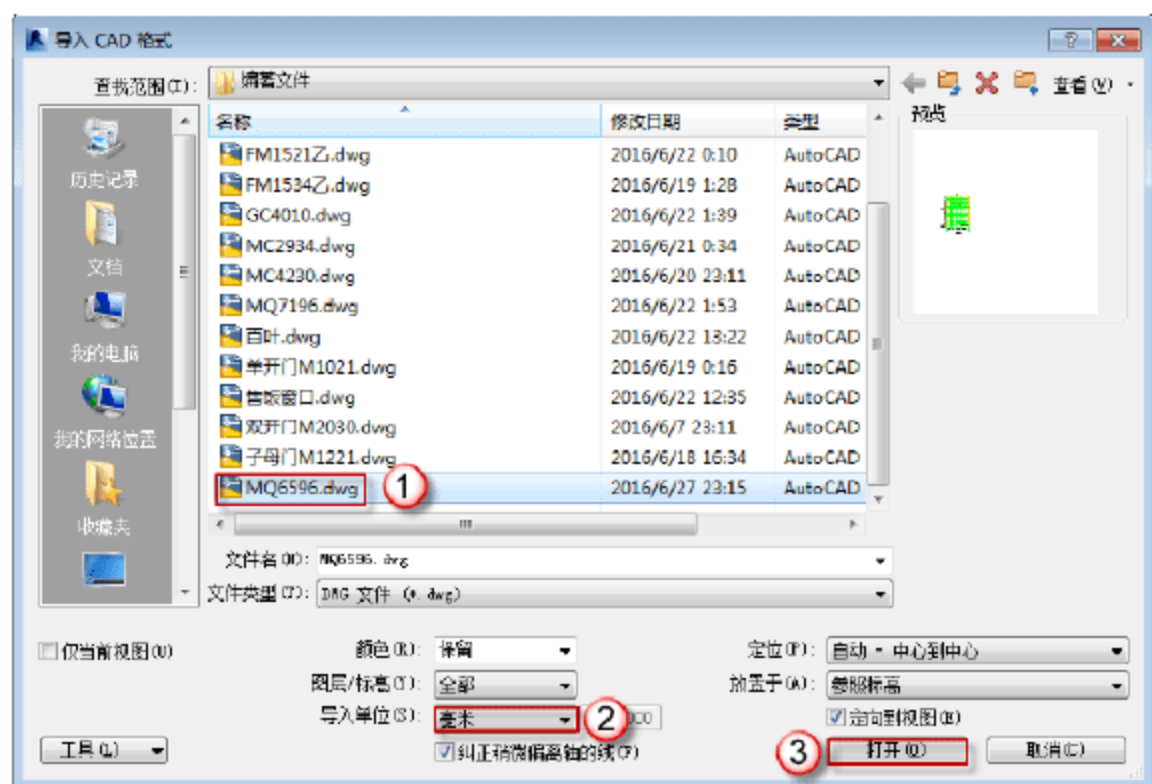
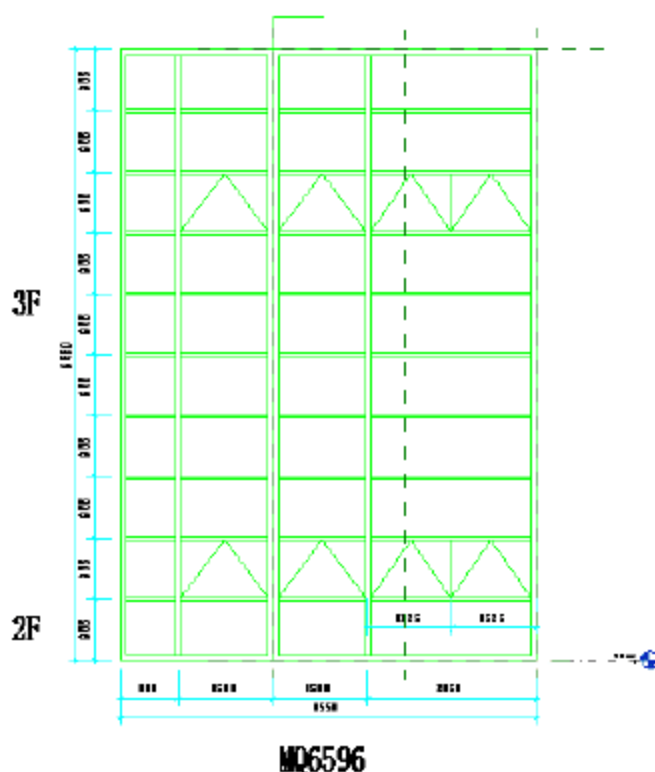

图 7.2.4 导入“MQ6596.dwg”文件
图 7.2.5 调整后的 MQ6596.dwg
(4) 导入 CAD 图形。选择“项目浏览器”中的“立面（立面 1）”→“外部”选项，可以进入 MQ6596 的外部立面视图，选择“插入”→“导入 CAD”命令，弹出“导入 CAD 格式”对话框，选择“MQ6596.dwg”文件，将“导入单位”改为“毫米”，单击“打开”按钮，如图 7.2.4 所示。调整 CAD 图形，选定导入的“MQ6596.dwg”CAD 图形按快捷键 M+V，将“MQ6596.dwg”的导入 CAD 图形移动至如图 7.2.5 所示位置。
保存族“MQ6596”，单击“保存”按钮，将文件保存到指定位置方便以后使用，如图 7.2.4 所示。